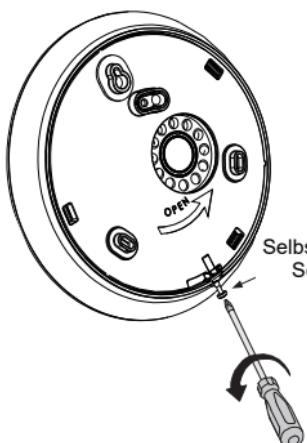

Fig. 1
1. Lösen Sie die selbstsichernde Schraube der Montagehalterung (Abb. 1).